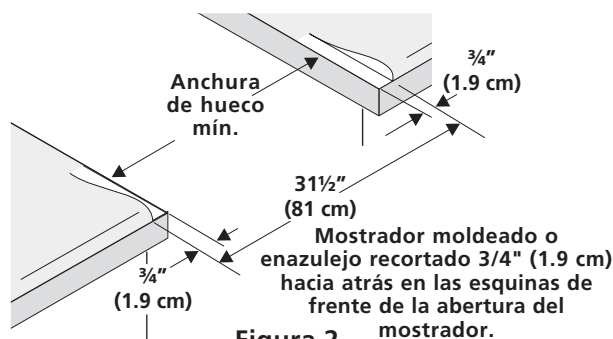

Figura 2
- **El reborde de frente de mostradores moldeados** deben tener bordes moldeados a 3/4" (1.9cm) a partir de cada extremidad de la apertura (Figura 2).
- **Los mostradores enazulejos** deberán necesitar un recorte de 3/4" (1.9 cm) a partir de cada extremidad y/o un borde redondeado aplanado (Figura 2).